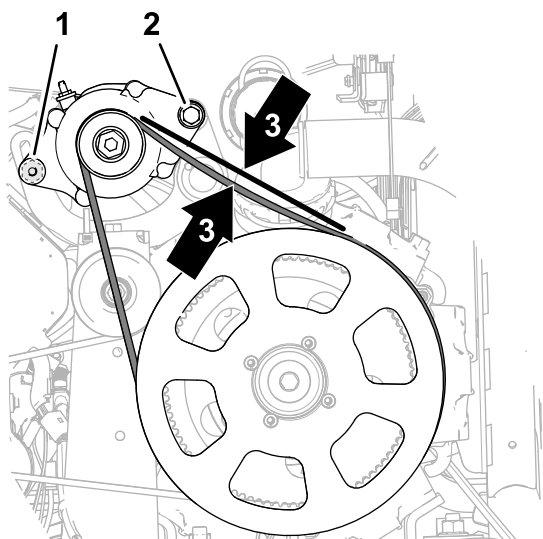

Bild 186
4. Drehen Sie die Lichtmaschine (Bild 186) nach oben, um die Riemen Spannung zu erhöhen, bis Sie in der Mitte zwischen der Riemenscheibe der Lichtmaschine und der Antriebscheibe eine Riemendurchbiegung von 9,5 mm messen, wenn Sie eine Kraft von 4,5 kg aufbringen.